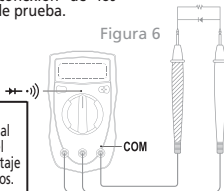

Figura 6
F. Diodo y prueba de continuidad (Figura 6)